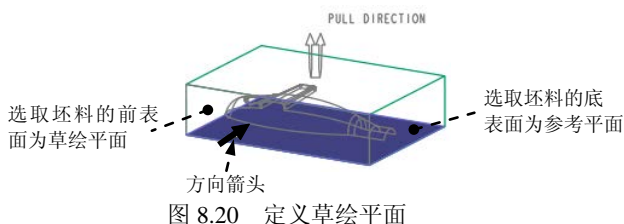

图 8.20 定义草绘平面
(1) 单击 **分型面** 功能选项卡 **形状** 区域中的“拉伸”按钮 ，按下操控板中的“曲面类型”按钮 。此时系统弹出“拉伸”操控板。
(2) 定义草绘截面放置属性。右击，从系统弹出的快捷菜单中选择 **定义内部草绘...** 命令；在系统  **选择一个平面或曲面以定义草绘平面** 的提示下，选取图 8.20 所示的坯料前表面为草绘平面，接受图 8.20 中默认的箭头方向为草绘视图方向，然后选取图 8.20 所示的坯料底表面为参考平面，方向为 **下**；单击 **草绘** 按钮，至此系统进入截面草绘环境。